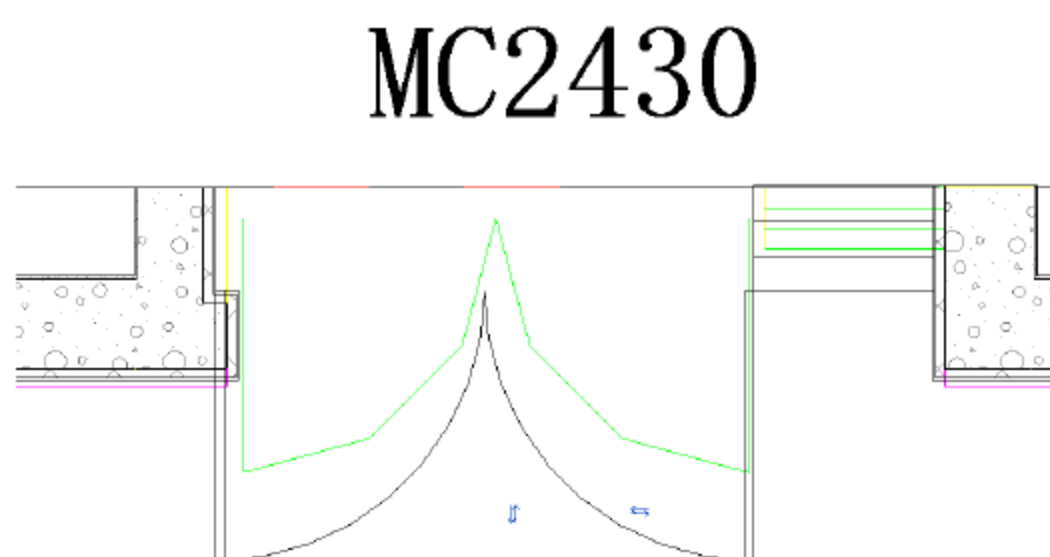

图 10.4.30 插入“MC2430”族
(10) 插入“MC2430”门连窗族。选择“建筑”→“门”命令（或者按快捷键 D+R），在相应的地方插入族，如图 10.4.30 所示。移动“MC2430”族，先选择已经插入的门族，